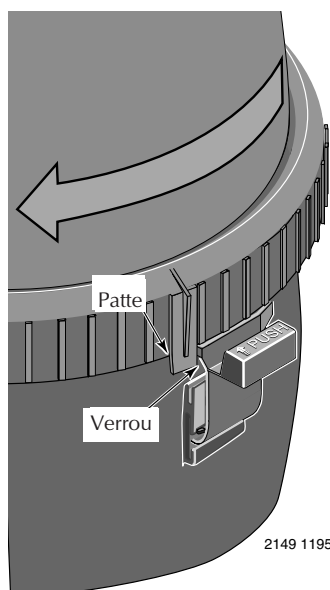

Figure 3 – Tourner la bague Posi-Lok^{MD} jusqu'à ce que la patte se verrouille derrière le verrou de sécurité.
1. Immobiliser la bague Posi-Lok^{MD} en place en la tournant à DROITE jusqu'à ce qu'elle émette un «clic» au-delà du verrou de sécurité (voir la Figure 3). Cesser de la tourner dès qu'elle a émis un déclic au-delà du verrou. La bague peut sembler légèrement desserrée mais elle se serrera lorsque la pompe sera mise en marche et lorsque le filtre sera sous pression.
- D. Tourner la bague Posi-Lok^{MD} à droite jusqu'à ce qu'elle se verrouille derrière le verrou de sécurité (voir la Figure 3).